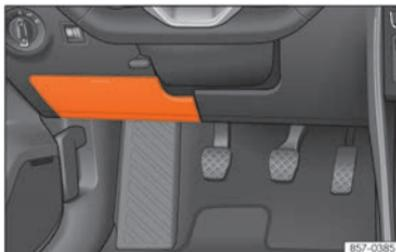

Abb. 201 Auf der Fahrerseite in der Instrumententafel: Abdeckung des Sicherungskastens.
- **Öffnen:** Abdeckung nach unten aufklappen »» [Abb. 201].